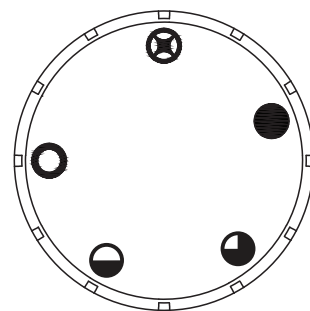
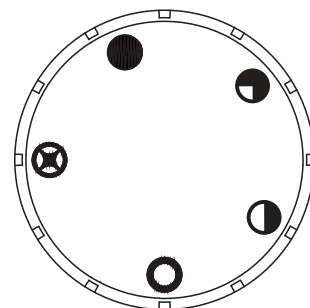

Fig. 22a
Fig. 23a
3. Presione la perilla de control suavemente y gírela  hacia la derecha a la posición  "OFF". (Ver Fig. 22a)
4. Espere cinco (5) minutos para que se vacíe todo el gas. Luego huelo en busca de gas, incluyendo cerca del piso. Si huele gas, ¡ALTO! Siga "B" en la información de seguridad anterior. Si no huele a gas, vaya al siguiente paso.
5. Presione la perilla de control suavemente y gírela  hacia la izquierda a la posición "PILOT" . (Ver Fig. 23a) Oprima la perilla de control.